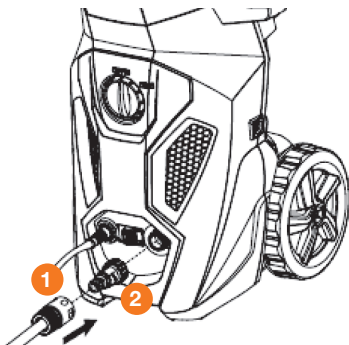
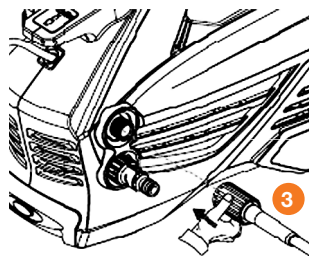
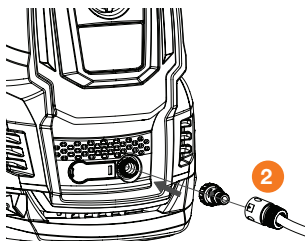
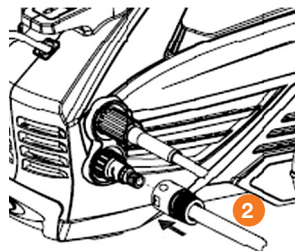

Рис. 13
Рис. 14
Рис. 15
Рис. 16
3. Для моделей **DAW 400 / 450 / 500 / 550** соедините шланг высокого давления **1** (Рис. 13) на корпусе через специальный коннектор. Для моделей **DAW 700 / 725 / 750 / 775** закрутите шланг высокого давления от руки **3** (Рис. 14), не используйте для крепления шланга различные инструменты.
4. Удалите транспортировочную заглушку (если она установлена) со штуцера подвода воды и накрутите на него фильтр. Закрепите шланг подачи воды **2** DAW 400 / 450 / 500 / 550 (Рис. 13), **DAW 625 / 650** (Рис. 15), **DAW 700 / 725 / 750 / 775** (Рис. 16) (не входит в комплектацию). Фильтр должен быть всегда установлен на входном штуцере для предотвращения попадания сторонних частиц, которые могут повредить насосную часть мойки.